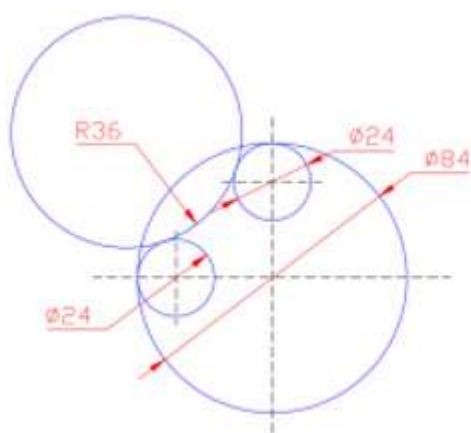
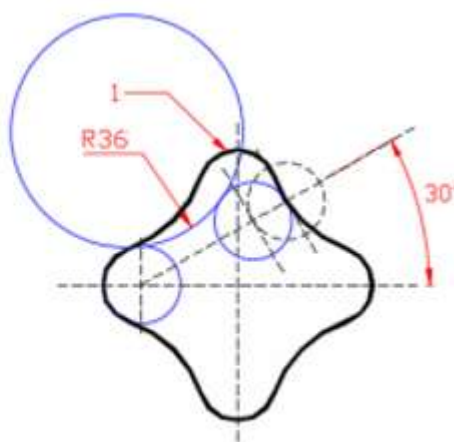
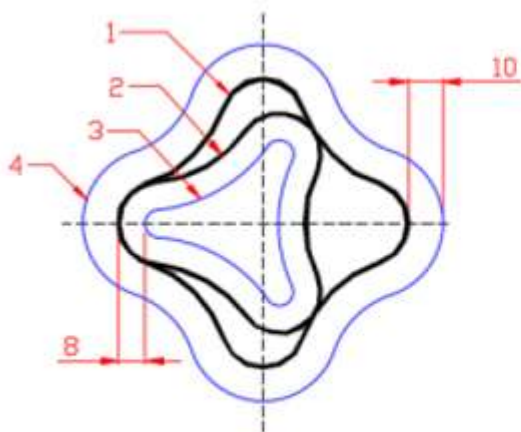
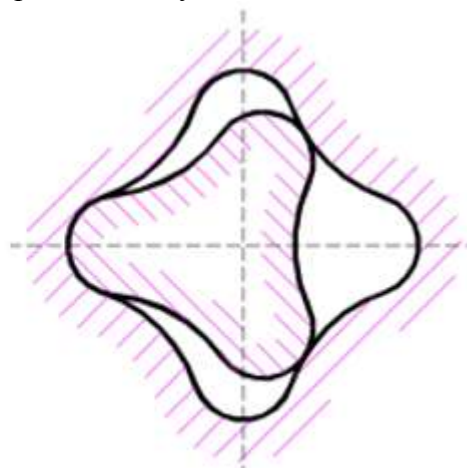

Рис. 2.
Рис. 3.
Рис. 4.
Рис. 5.
14. Самостоятельно выполните построения согласно чертежам, на рис.2, рис.3, рис.4 и рис.5.
14.1. Вспомогательные построения, показанные на рис.2 и рис.3 используются для построения сопряжения двух окружностей дугой заданного радиуса. Используйте вспомогательные построения на рис.2 для построения фигуры 1 (см. рис.3,4), а на рис.3 для построения фигуры 2 (см. рис.4).
14.2. Фигура 1 на рис.4 получена при помощи команды ПОЛИЛИНИЯ. Для рисования вспомогательных построений использовались команды КОПИРОВАТЬ и Рисование=> КРУГ=Две точки касания, радиус. Для вспомогательных построений фигуры 2 использовалась команда ЗЕРКАЛО
14.3. Для построения фигур 3, 4, показанных на рис. 4 пользуйтесь командой смещение
14.4. Штриховку на рис.5 нанести после знакомства с практической работы №5, в которой подробно описано процесс нанесение штриховок.